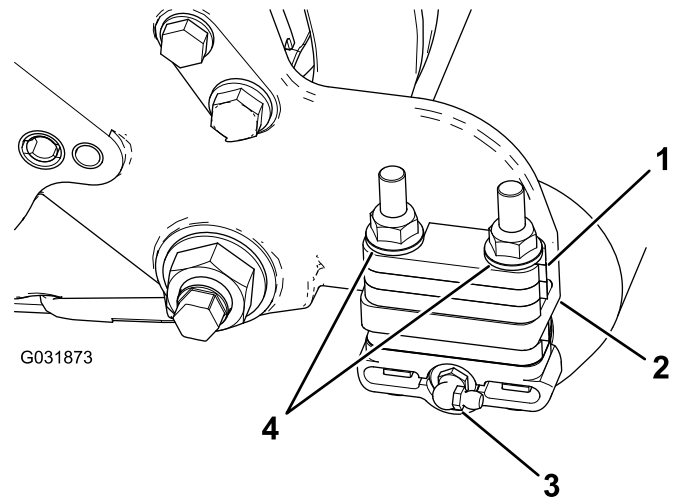

Bild 8
2. Befestigen Sie den 90°-Schmiernippel so, dass er nach hinten zeigt (**Bild 8**).
3. Entfernen Sie die zwei Bundmutter und Scheiben, mit denen jede Rollenhalterung an den Seitenplatten befestigt ist (**Bild 8**).